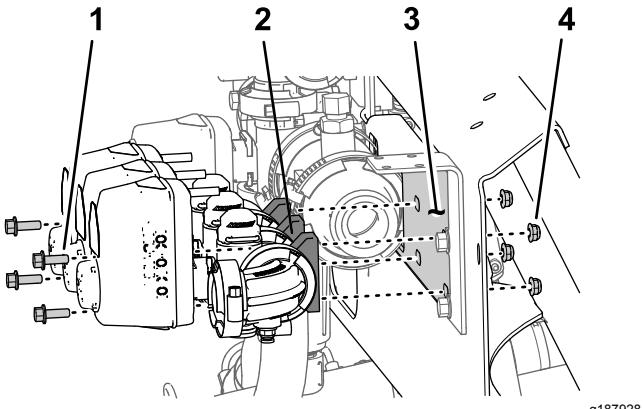

図 52
1. 右側ブームバルブをマニホールドマウントに固定しているフランジヘッドボルト $1/4" \times 3/4"$ 2本とロックナット $1/4"$ 2個を取り外す図 52。
2. 左側ブームバルブをマニホールドマウントに固定しているフランジヘッドボルト $1/4" \times 3/4"$ 2本とロックナット $1/4"$ 2個を取り外す図 52。
3. マニホールドマウントからブームバルブを外し、再使用に備えて脇に置く図 52。